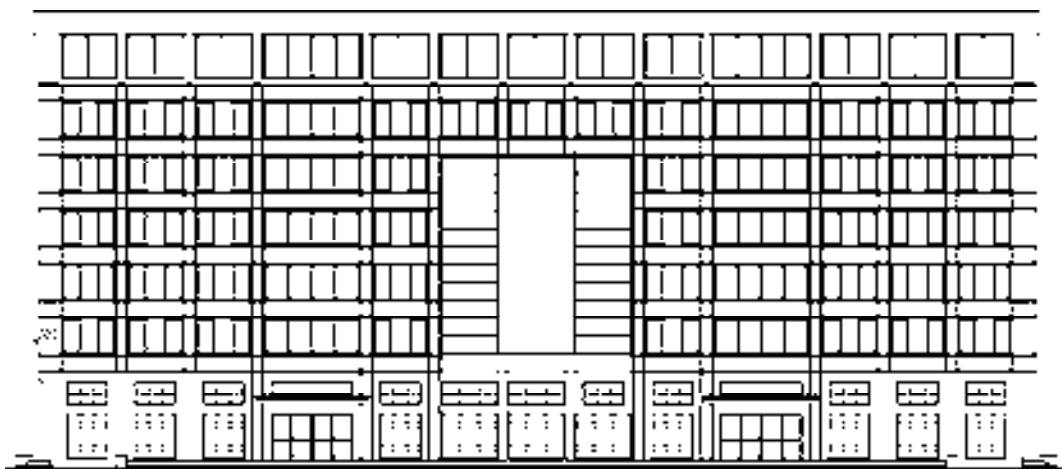

图 15-155 绘制立面装饰线
24) 绘制立面装饰线。调用“偏移”命令和“修剪”命令，偏移并修剪立面轮廓线，绘制立面装饰线的结果如图 15-155 所示。